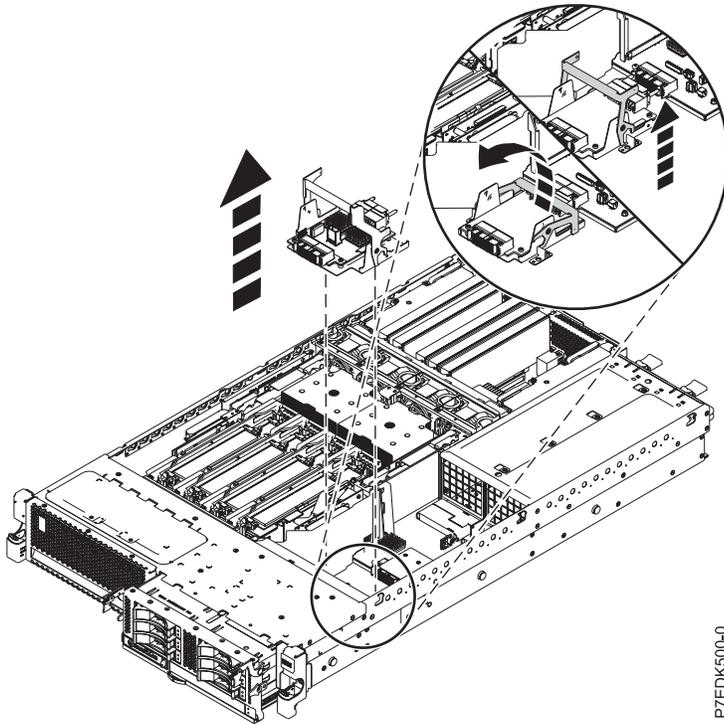

Figura 2. Extracción de una tarjeta intermedia de almacenamiento de un sistema montado en bastidor
15. Tire del pestillo de liberación azul para ponerlo en posición de abierto, como se muestra en la Figura 2.